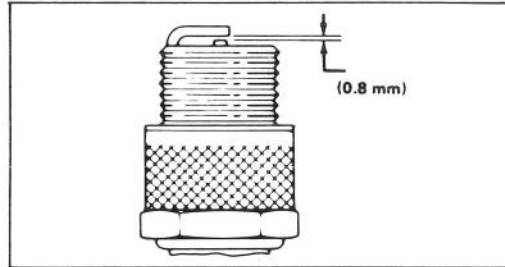

Bild 16
3. Luftspalt auf 0,8 mm einstellen (Bild 16). Die auf korrekten Abstand eingestellte Zündkerze mit einer Dichtungsscheibe anbringen und mit 20 Nm anziehen.